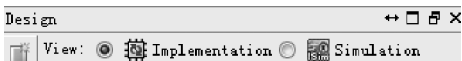

图 3.46 View 面板
(1) 如图 3.46 所示,在 Design 面板下,将单